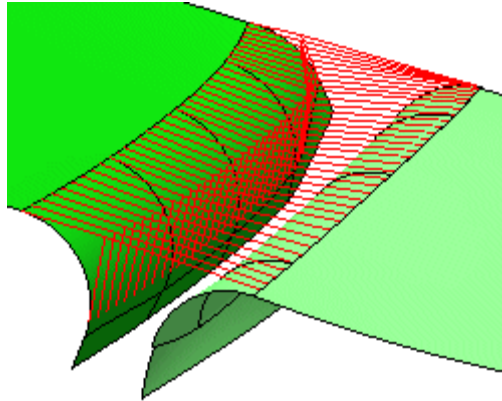

Figura 2.168 Líneas del resultado generadas con Comb.
- **Comb:** se selecciona un color para el resultado del análisis. Las líneas mostradas se relacionan con los valores de la desviación en 3D. Con el botón de color, puede elegir el color de la línea (Figura 2.168).